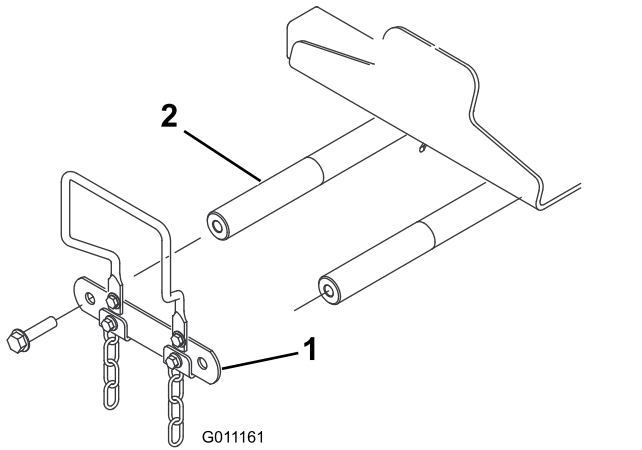

Figure 10
- À l'avant de la machine, retirez les 2 vis à embase (1/2 x 2 po) qui fixent la biellette d'axes de pivot aux axes de pivot des bras de levage, et déposez la biellette (Figure 10).